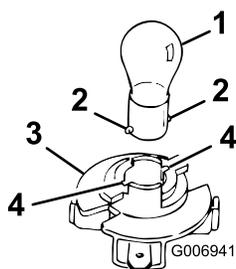

Bild 33
- Setzen Sie die Birne ein und drehen Sie diese nach links bis zum Anschlag (ungefähr 1/4 Umdrehung), und nehmen sie die Birne aus der Birnenfassung heraus (Bild 33).
- Stecken Sie den Sockel in die Fassung (Bild 33).